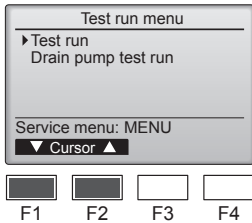

Fig. 7-2
- ② Seleccione “Test run” (Modo prueba) desde el menú Modo prueba, y pulse el botón [SELECT/HOLD]. (Fig. 7-2)
- ③ Se inicia la prueba, y se visualiza la pantalla Modo prueba.